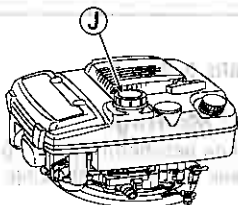

Afb. 8.
- 1 Verwijder de oliedop (U), verwijder de peilstok, en steek hem terug zonder hem vast te schroeven. (Zie afb. 8.)
- 2 Verwijder de oliedop (U), en controleer dat het olieniveau tussen de twee strepen op de peilstok is.